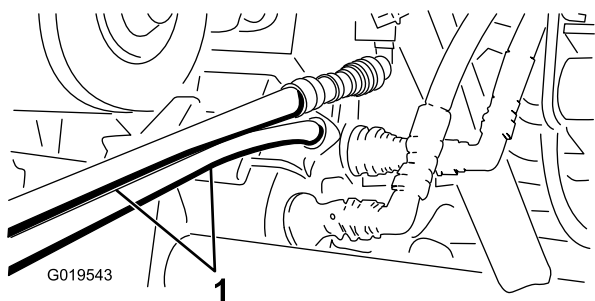

Рисунок 71
5. На другом автомобиле подсоедините два шланга к муфтам, находящимся в кронштейнах (верхний шланг подсоедините к верхней муфте, а нижний шланг — к нижней муфте) (Рисунок 71).